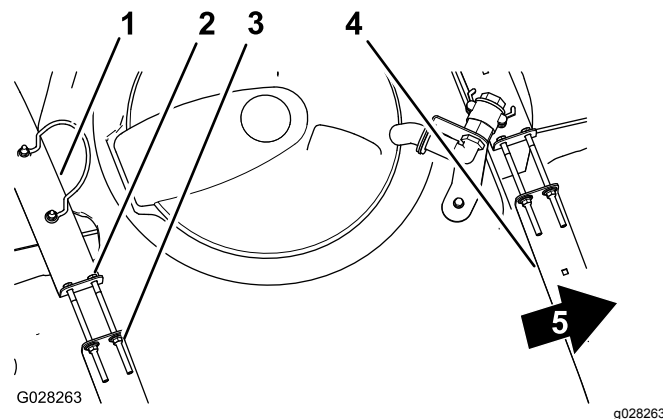

Figura 28
3. Si los flejes tienen holgura, apriete las contratuercas con arandela prensada y los pernos del extremo superior de los flejes hasta que los flejes queden apretados contra la superficie del depósito (Figura 28).
2. Compruebe si hay holgura entre los flejes y el depósito (Figura 28).